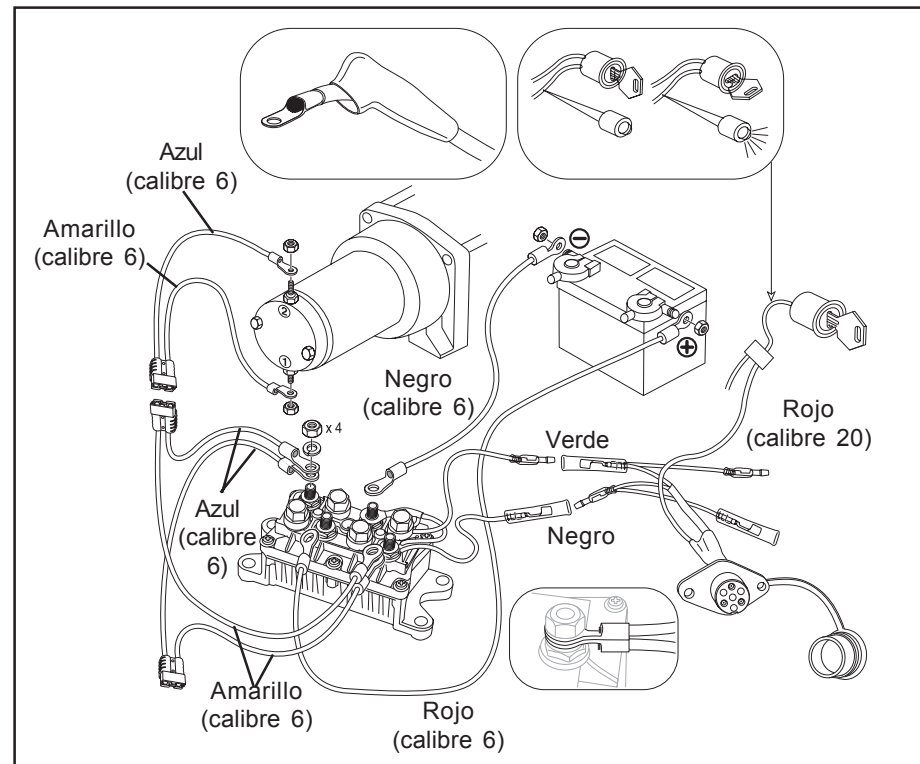

Figura 8: Diagrama de instalación del cableado.
- Acople los cables amarillo y azul de 48 pulgadas (1,2 m) y 96 pulgadas (2,4 m) de calibre 6 al contactor y conéctelo a los bornes amarillo y azul del mismo. Consulte la esquina inferior derecha de la figura 8 para ver cómo acoplar terminales de dos cables a los bornes del contactor.